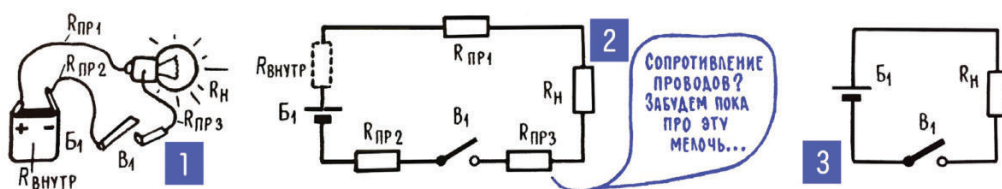

Рис. 4.3. Принципиальная схема электрической цепи
4. Принципиальная схема – чертеж, на котором условными обозначениями показаны элементы электрической цепи и их соединения. До сих пор мы считали, что электрическая цепь состоит всего из двух элементов – генератора и нагрузки. Но чаще всего такого не бывает. Хотя бы потому, что нагрузка несколько удалена от генератора и в цепи появляется еще один элемент – соединительные провода. По этим проводам электроны идут на работу и с работы и, естественно, теряют в проводах некоторую часть своей энергии (рис. 4.3). Иными словами, соединительные провода обладают некоторым сопротивлением, которое входит в общее сопротивление цепи и которое иногда необходимо учитывать. Кроме того, некоторым сопротивлением обладает и сам генератор: внутри генератора, между его электродами тоже идет ток, тоже движутся заряды. Они, как обычно, сталкиваются с атомами среды и, как обычно, теряют какую-то часть энергии. Так что если рисовать полную схему даже самой простой цепи, то в нее нужно включить несколько новых элементов, в которых отражалось бы сопротивление проводов и внутреннее сопротивление генератора.
принятых при составлении принципиальных схем, показаны на рис. 1.1 и 1.2 в главе 1. Элемент, обладающий электрическим сопротивлением, независимо от того, что это за элемент (лампочка, электроплитка, кусок провода), в некоторых случаях на принципиальной схеме изображают в виде небольшого прямоугольника и обозначают латинской буквой R (от слова resistance – сопротивление). Этим как бы хотят сказать: «В данном случае для нас важно, что этот элемент оказывает сопротивление току. И ничего больше». В схеме простейшей электрической цепи на рис. 4.3 должно быть пять таких элементов: R_H – элемент, отображающий нагрузку, R_{pp1} , R_{pp2} и R_{pp3} – сопротивление кусков провода, $R_{внутр}$ – внутреннее сопротивление генератора. Если почему-либо сопротивление проводов учитывать не нужно, то элементы R_{pp} не рисуют (рис. 4.3; 3). Но во всех случаях прямые линии, соединяющие на схеме один элемент с другим, принято считать идеальными проводниками, не имеющими никакого сопротивления.
6. Сложная электрическая цепь – система из последовательно и параллельно соединенных элементов. Уже попытка нарисовать реальную схему карманного фонаря приводит к сравнительно сложной цепи из семи последовательно соединенных элементов (рис. 4.3). На практике же приходится иметь дело с цепями более сложными, и значительно более сложными. Что такое, например, телевизор или компьютер? Это тоже электрическая цепь, но состоящая из сотен или тысяч элементов, сложным образом соединенных между собой. Даже простенький карманный плеер представляет собой электрическую цепь, в которой десятки деталей соединены сложным образом и подключены к общему генератору электрической энергии – гальваническому элементу или аккумулятору.